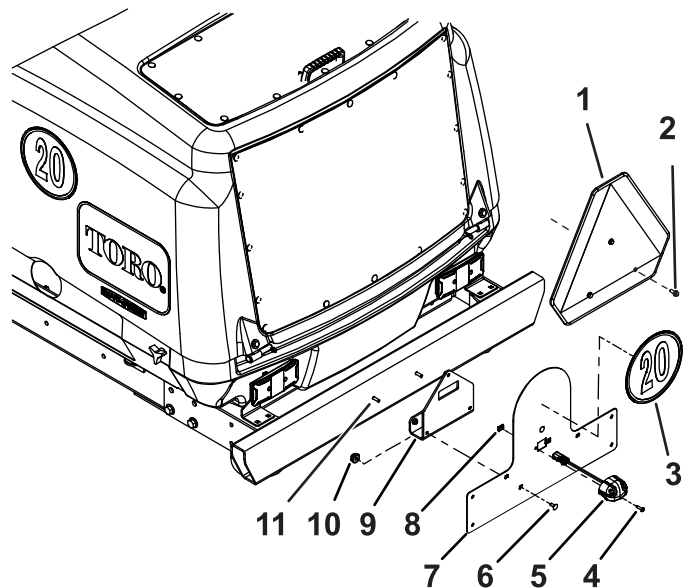

Figura 9
2. Rimuovete il segnale di pericolo esistente e il tubo di supporto dal paraurti posteriore (Figura 9).
4. Utilizzate la minuteria per fissare il supporto del segnale al paraurti (Figura 9).
9. Applicate un segnale sulla staffa della targa (Figura 9).